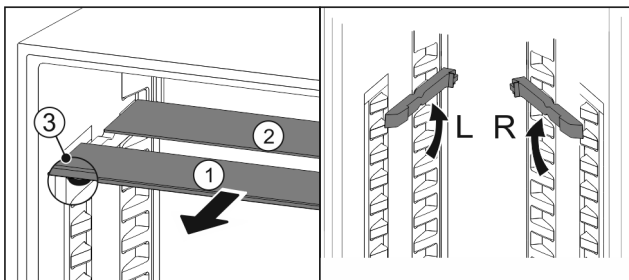

Fig. 112
- ▶ Vedä lasilevyt yksittäin etukautta ulos Fig. 112 (1).
- ▷ Koristelistalla varustettu lasilevy Fig. 112 (1) on edessä.
- ▷ Pysäyttimet Fig. 112 (3) osoittavat alaspäin.